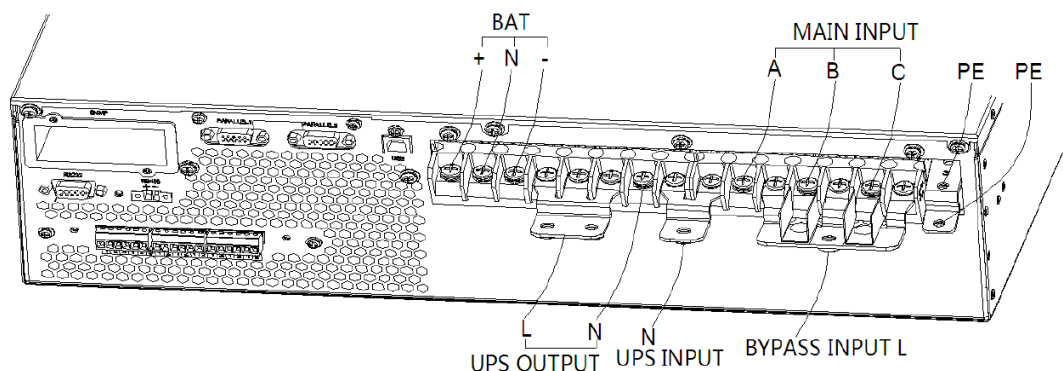

Рисунок 3-17. 3 фазы в 1 фазу, двойной вход
2. Используйте медный разъем No.5 для соединения разъемов bA, bB, bC (Рисунок 3-17), используйте медный разъем No.7 для подключения к разъемам BATN, oN, bN, mN, используйте медный разъем No.4 для подключения к разъемам oA, oB, oC.